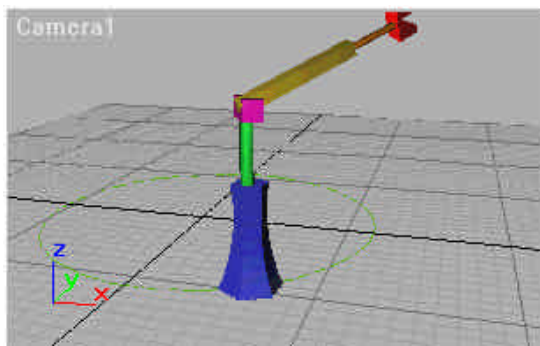

图11-16 第150帧时机械手的状态
7) 移动时间滑块到第 150 帧, 单击主工具栏的 Select and Move 按钮, 将底座上的垂直长轴向上移动。单击主工具栏的 Select and Rotate 按钮, 将水平机械臂向上旋转, 如图 11-16 所示。